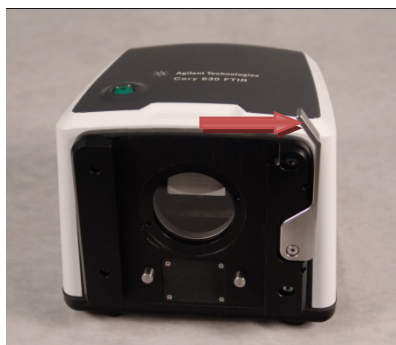

图 1. 在将附件滑入到位之前，向外按下 Cary 630 Engine 的释放杆。
- 将附件滑入凹进或燕尾槽区域。操作方法为将燕尾槽与前面板接合，并向下滑入。（图 1）